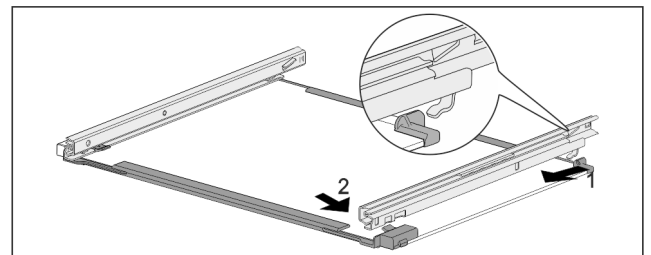

Fig. 254 Glasplatte mit Schienen
- ▶ Schiene hinten einhaken. Fig. 254 (1)
- ▶ Schiene vorne einrasten. Fig. 254 (2)